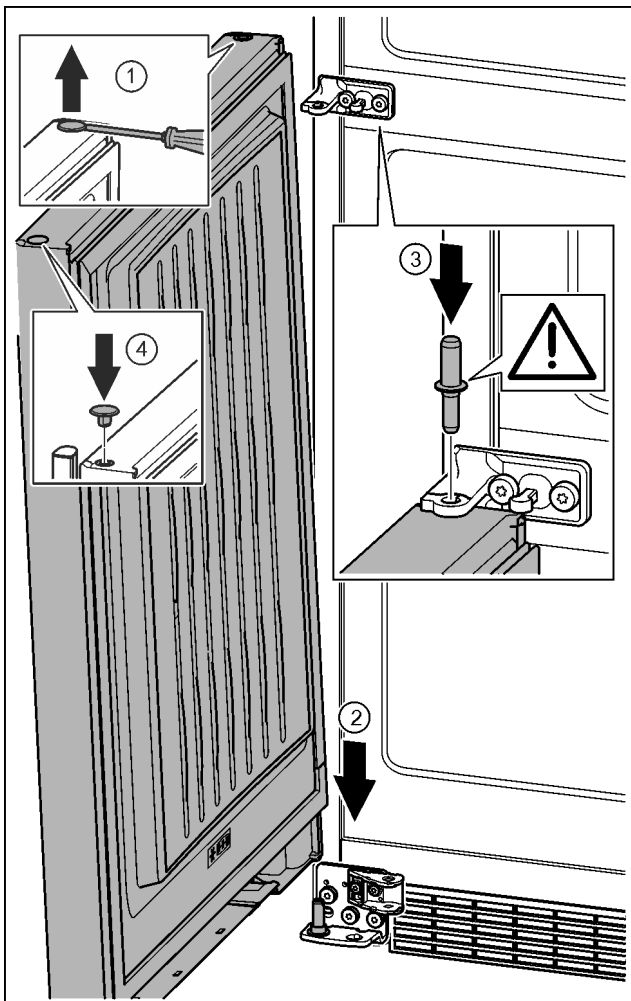

Fig. 35
- ▶ Ridicați cu precauție dopul cu o șurubelniță plată și extrageți-l. Fig. 35 (1)
- ▶ Așezați ușa de sus pe bolțul inferior de lagăr. Fig. 35 (2)
- ▶ Introduceți bolțul central de lagăr prin mijlocul suportului de lagăr în ușa inferioară. Aveți grijă aici ca respectiva cameră de cuplare să fie îndreptată către înapoi. Fig. 35 (3)
- ▶ Introduceți dopul pe partea opusă a ușii. Fig. 35 (4)